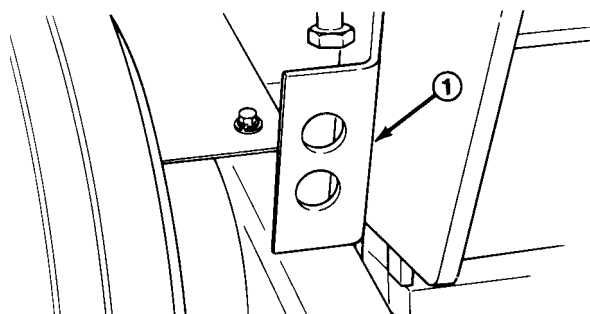

Fig. 8
3. Stands motoren og løft låsebeslagene på hver side af chassiset (fig. 8). Sænk borehovedet, indtil det hviler på beslagene.